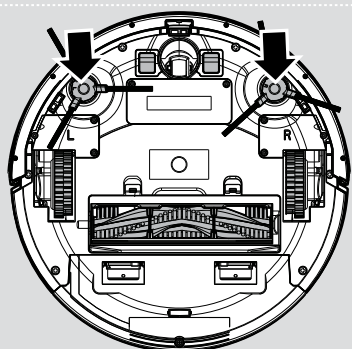

Рис. 3
7. Прижмите две щетки краев к кронштейнам так, чтобы прозвучал щелчок. Обратите внимание, что метки L и R на щетках должно совпадать с такими же метками на пылесосе. **[Рис. 3]**